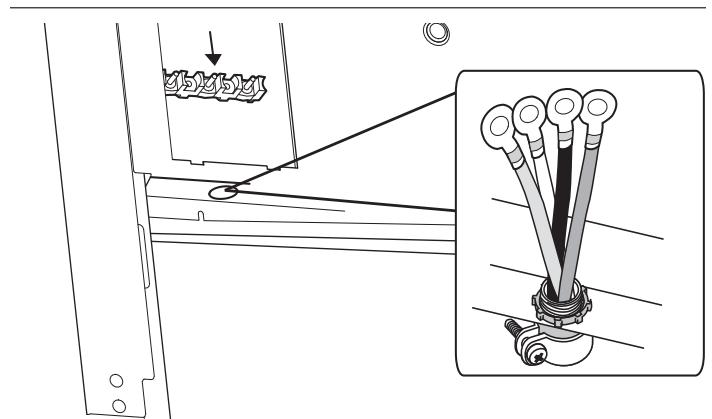

Figure 11 : Emplacement de la bride de cordon
Localisez le bloc de jonction à l'arrière de l'appareil et enlevez le couvercle (consultez la *Figure 11*). Le conduit doit être fixé à la boîte de connexion à l'aide d'un connecteur de conduit approuvé. L'extrémité libre du conduit de câbles doit être branchée à un bloc de jonction installé dans la zone d'alimentation électrique, comme illustré sur la *Figure 3* à la page 33.
Installez une bride de cordon (non fourni) dans le trou de 1 po (25,4 mm) de diamètre situé sous le bloc de jonction (voir *Figure 11*). Le câblage de l'appareil doit être acheminé au bloc de jonction par le conduit et à travers la bride de cordon. Les extrémités des fils doivent être munies de cosses en boucle de $\frac{1}{4}$ po, préférablement soudées sur place. Faites les connexions au bloc de jonction fourni.
1. Repérez le bloc de jonction à l'arrière de l'appareil et enlevez le couvercle (voir la *Figure 11*).